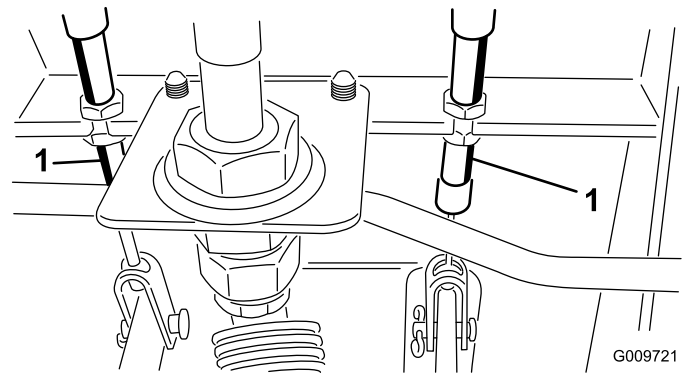

Bild 79
- A. Lockern Sie die vordere Mutter an der Gewindeseite des Bremszuges (Bild 79).